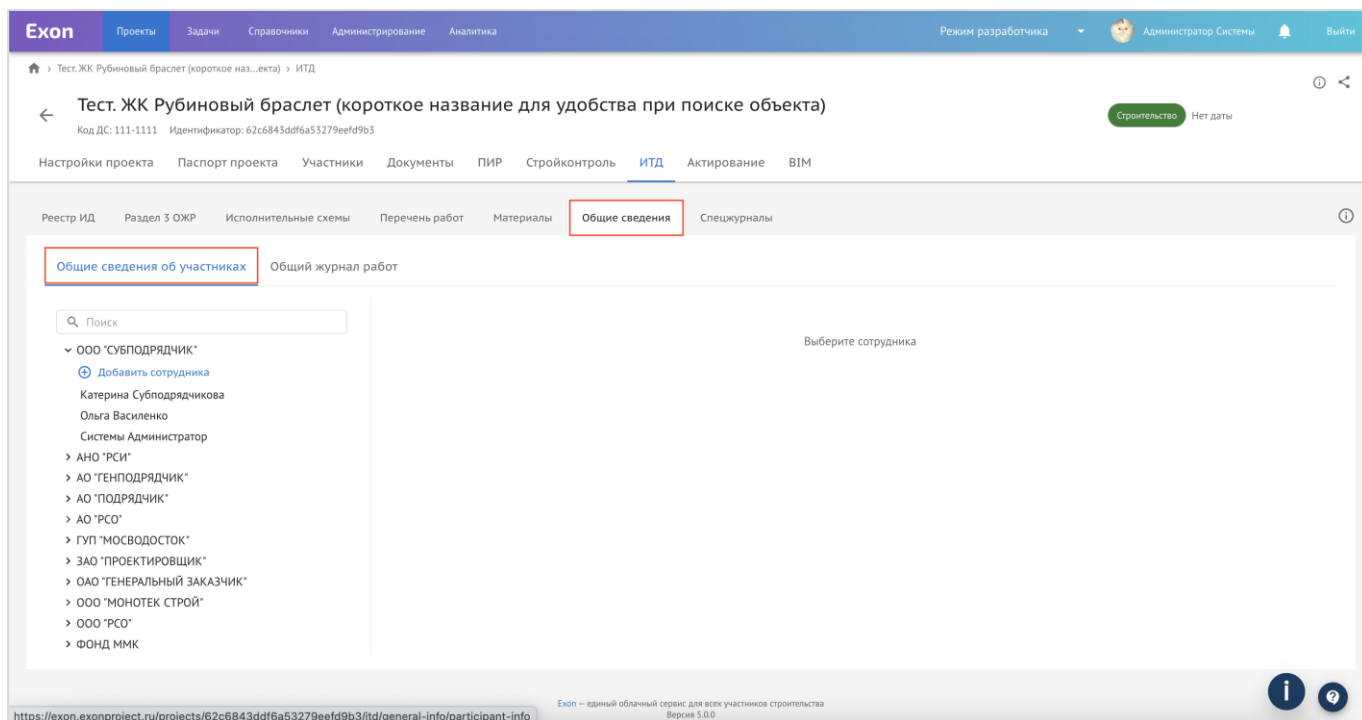

Рис. 1 – Вкладка Общие сведения об участниках
1. Открыть вкладку ИТД → Общие сведения → Общие сведения об участниках. Из перечня организаций выбрать необходимую и раскрыть выпадающий список (рис. 1);